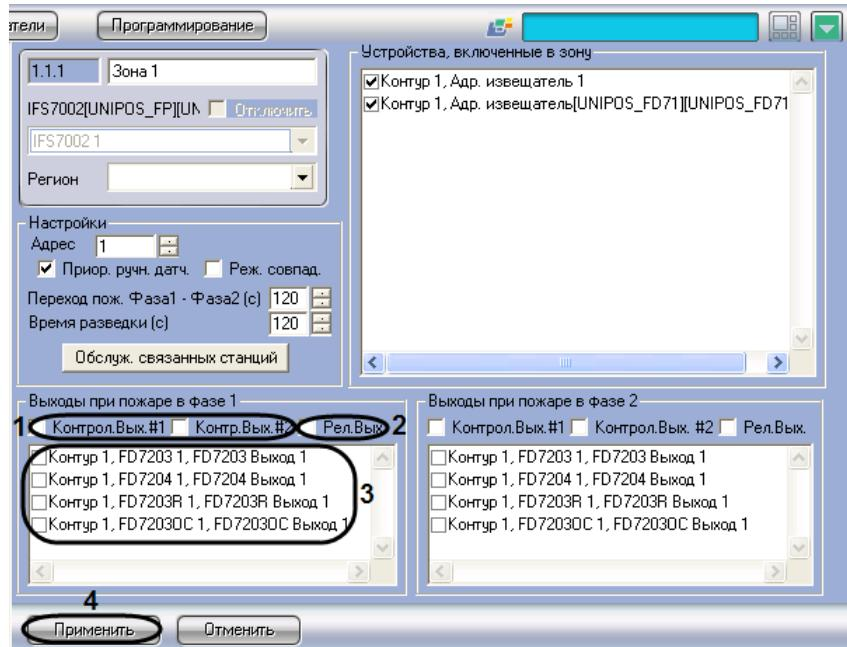

Рис. 3.7-6 Настройка выходов, задействованных при пожаре первой степени
- Перейти на панель настройки объекта **Зона** (Рис. 3.7-6).
- В случае, если при пожаре первой степени требуется задействовать исполнительные устройства, подключенные к контрольным выходам станции *IFS7002*, установить флажки напротив требуемых контрольных выходов (см. Рис. 3.7-6, 1).
- В случае, если при пожаре первой степени требуется задействовать исполнительные устройства, подключенные к релейному выходу станции *IFS7002*, установить флагок **Рел.Вых** (см. Рис. 3.7-6, 2).
- В случае, если при пожаре первой степени требуется задействовать исполнительные устройства, подключенные к выходам адресных модулей, установить флагки напротив требуемых выходов (см. Рис. 3.7-6, 3).
- Для сохранения настроек во внутренней базе данных Сервера *Интеллект* нажать кнопку **Применить** (см. Рис. 3.7-6, 4).